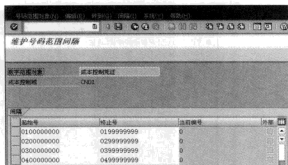

图 5-108 维护号码范围间隔
STEP 2 在此界面选择所对应的控制域，然后单击“间隔”按钮，可以对号码范围的间隔进行设置，如图 5-108 所示。